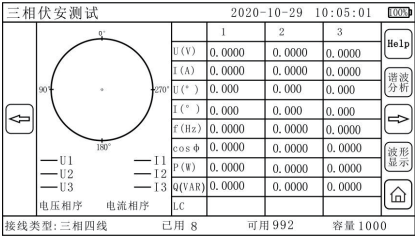
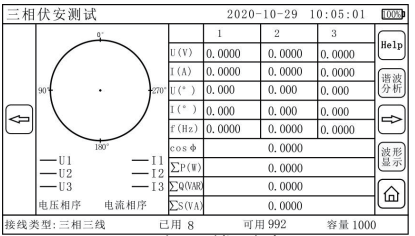
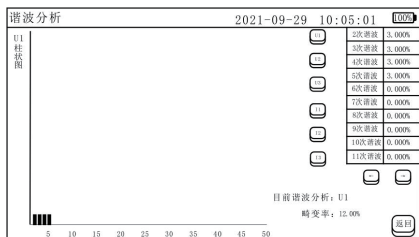
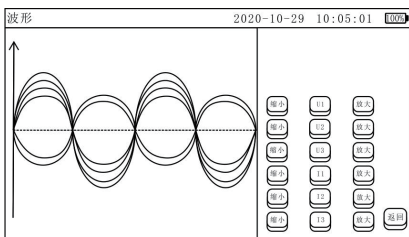

图 9（三相四线测试界面）
图 10（三相三线测试界面）
图 11 (谐波分析界面)
图 12 (波形显示界面)
(1) 进入如图 9 和图 10 所示测试界面后，仪器便会自动测量数据，并且每隔 0.3 秒显示一次测试数据。若需测量单相，只需连接所要测的相的接线即可，其他相不接线，否则会影响精度。如若想保存数据，只需要点击保存按键即可，保存数据时蜂鸣器会响一声。点击谐波分析按钮进入谐波分析界面（如下图 11 所示），点击图 a 中的 U1 会显示电压 U1 的 2~21 次谐波含有量和柱状图，对应下方的目前谐波分析显示“U1”，左边柱状图纵轴也会显示“U1 柱状图”，同理点击 U2、U3、I1、I2 或 I3 会显示对应的数据，同时只能查看一个参数（U1、U2、U3、I1、I2 或 I3）的数据。若点击返回，回到压降测试界面。点击波形显示按钮进入波形显示界面（如下图 12 所示），能同屏显示两个周期的三路电压和三路电流的波形。点击 U1 按钮显示 U1 的黄色波形，点击 U2 的按钮显示 U2 的绿色波形，点击 U3 的按钮显示 U3 的红色波形，点击 I1 按钮显示 I1 的橘色波形，点击 I2 按钮显示 I2 的深绿色波形，点击 I3 按钮显示 I3 的紫色波形，再次点击按钮时波形会消失，点击对应的放大按钮能放大纵向坐标，使波形幅值变大，反之点击缩小按钮能使波形幅值变小。退出页面（点击页面下的 HOME 键或者左箭头）即可停止测试。